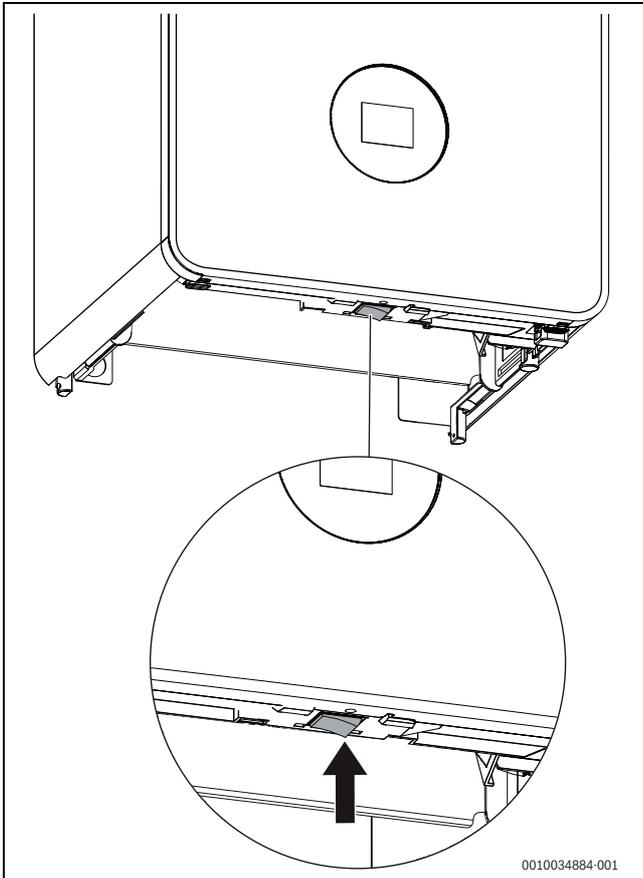

Fig. 1 Interrupteur Marche / Arrêt
- ▶ Arrêter l'appareil avec l'interrupteur Marche/Arrêt (→ fig. 1).